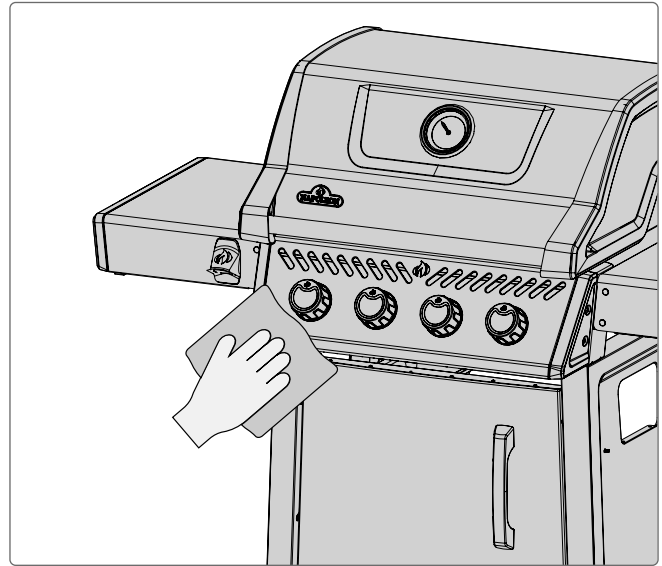

Fig. 24
- Roestvrijstalen onderdelen zullen na verloop van tijd door hitte verkleuren en een gouden of bruine tint krijgen. Dit is normaal en heeft geen invloed op de werking van de grill (**Fig. 24**).